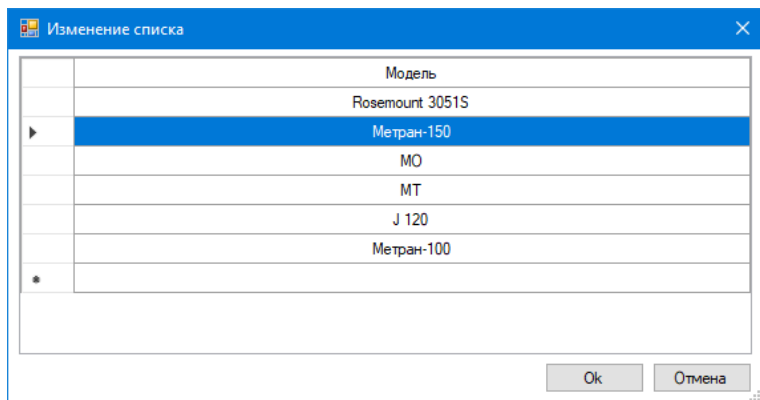

Рисунок 4.11 – Добавление новой модели в список БД
- Модель прибора – нажать на кнопку «», выбирается из ранее введенного списка (если модель данного прибора присутствует в БД) или вводится вручную с клавиатуры в пустом поле списка (см. Рисунок 4.11) и подтверждается кнопкой «ОК»;